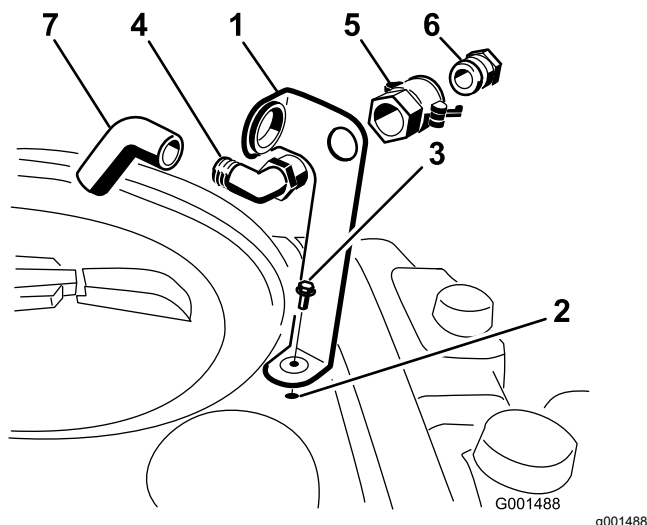

Figure 3
avec un boulon à embase (5/16" x 3/4"), comme montré à la Figure 3.
2. Insérez l'extrémité filetée du raccord coudé à 90° dans le trou du support et vissez le raccord rapide dessus pour le fixer au support (Figure 3).
3. Installez l'adaptateur de flexible dans le raccord rapide (Figure 3).
4. Bloquez l'adaptateur en place en ramenant les leviers vers l'adaptateur et en les fixant en position avec les goupilles fendues (Figure 3).
5. Insérez le flexible anti-siphonnage dans la grande ouverture du support et branchez-le sur l'extrémité cannelée du raccord coudé à 90 degrés (Figure 3)